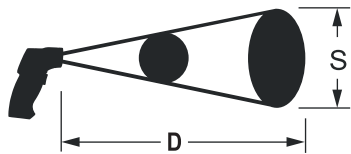

Fig. 1
- L'oggetto misurato deve essere più grande dello spot di misurazione IR **S** (fig. 1).
- L'oggetto misurato dovrebbe essere almeno il doppio della dimensione dello spot di misurazione IR **S** (fig. 1).
- Il rapporto D:S è di 6:1. Ad una distanza **D** (fig. 1) di 6 cm, la dimensione dello spot di misurazione IR è di 1 cm.